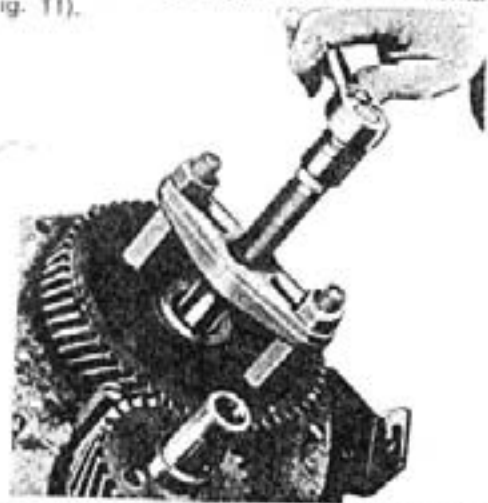

fig. 11 — remoção da engrenagem da distribuição
7. Retirar o parafuso de retenção da engrenagem da distribuição na árvore de comando das válvulas e remover a engrenagem com a ferramenta W-172 (fig. 11).